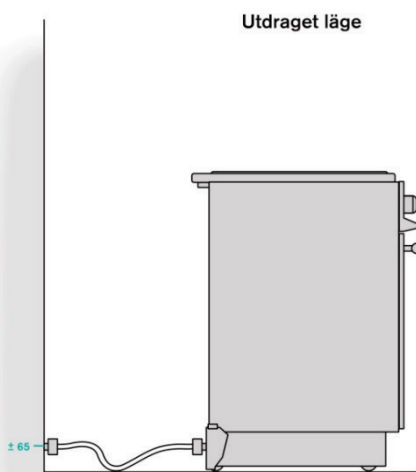

Bild 4 Tillåten förskjutning för att undvika otillåten böjning vid låg anslutningspunkt
- Slangen får inte vara installerad så att den utsätts för otillåten böjning eller vridning (följ anvisningar), se bild 4.